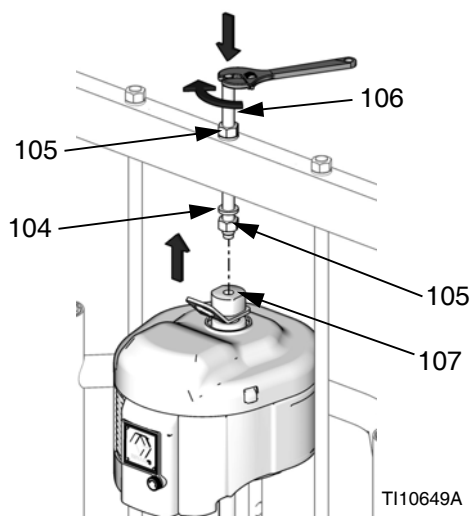

FIG. 30
- b. Faites glisser la tige filetée (106) dans l'orifice central de la barre transversale. Installez les rondelles de verrouillage (104) et les écrous (105) sur la tige filetée (106), au-dessus et en dessous de la barre transversale. Utilisez la clé pour maintenir l'adaptateur de l'anneau de levage (107) et serrez la tige filetée (106) sur l'adaptateur de l'anneau de levage (107) à l'aide d'une autre clé. Consultez la FIG. 30.
- c. Serrez l'écrou (105) en dessous de la barre transversale à un couple maximum de 34 N•m (25 pi-lb).
- d. Serrez l'écrou (105) au-dessus de la barre transversale pour verrouiller le moteur en place.